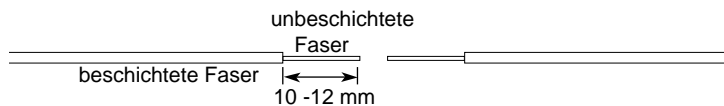

Abbildung 12
4.5 Setzen Sie die Fasern ab und reinigen Sie sie mit Alkohol. Trennen Sie die Fasern mit Hilfe eines Trenngerätes des Typs A8 und legen Sie hierbei etwa 10 mm der Faser frei (siehe Abb. 12).